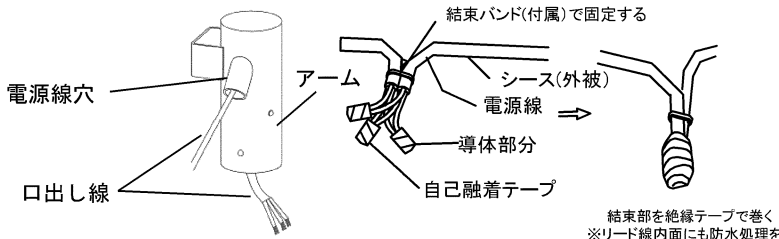

図1 口出し線のアーム挿入
- ① 照明用ポールの開口部から電源線を引き出してください。
- ② 器具の口出し線をアームの電源線穴に通してください。(図1)
- ③ 器具の口出し線と照明用ポールに通した電源線を結線してください。